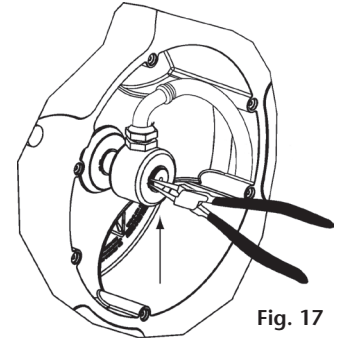

Fig. 17
3. Remove the circlip and pull the swivel. Be careful not to damage the swivel O-Ring (fig. 17).
3. Quite la arandela de seguridad y tire de la rótula hacia fuera con cuidado de no dañar la junta interior (fig. 17).
3. Enlever le circlip et tirer sur la rotule. Attention à ne pas endommager le joint torique intérieur (fig. 17).